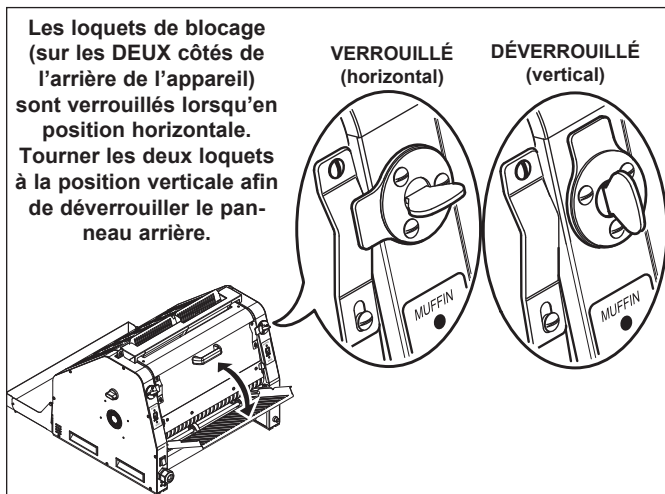

Figure 8. Loquets de blocage du panneau arrière
1. Faire face à l'arrière de l'appareil. Tourner les deux loquets du panneau arrière (figure 8) à la position verticale afin d'ouvrir le panneau arrière.